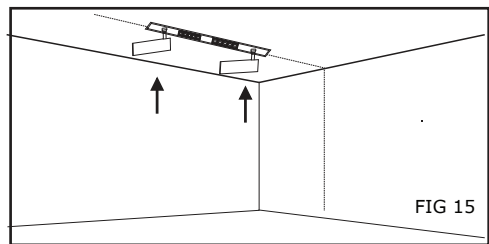

FIG 15
5. Load the magnetic track lights into the track then switch on the power to test the light (Fig 15).
5. Mettez la lampe sur le rail magnétique et mettez sous tension pour tester si elle fonctionne (réf. Fig 15).